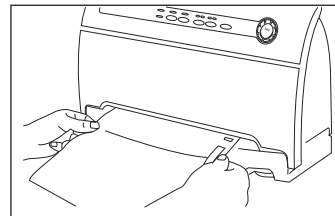

Figure 7
2. Avec les deux mains, insérez l'extrémité ouverte du sac dans la cannelure sous vide (E) jusqu'à ce que le moteur de serrage se mette en marche. (Voir Figure 7) Le voyant d'état sous vide s'allumera.
**REMARQUE :** Pour éviter d'écraser des articles délicats, vous pouvez appuyer sur le bouton d'arrêt/de scellage (C) à tout moment pour commencer le processus de scellage automatique.
4. Lorsque le voyant de scellage rouge (10) s'éteint, retirez le sac. Réfrigérez-le ou congélez-le si nécessaire.